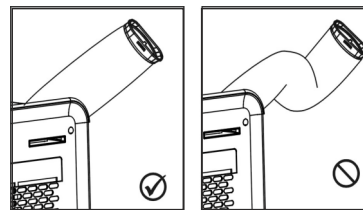

Рис. 2
- 2) Вытягивать воздуховод не более чем на 400 мм. Воздуховод необходимо установить параллельно поверхности. Запрещается перегибать шланг! (см. рис.2)